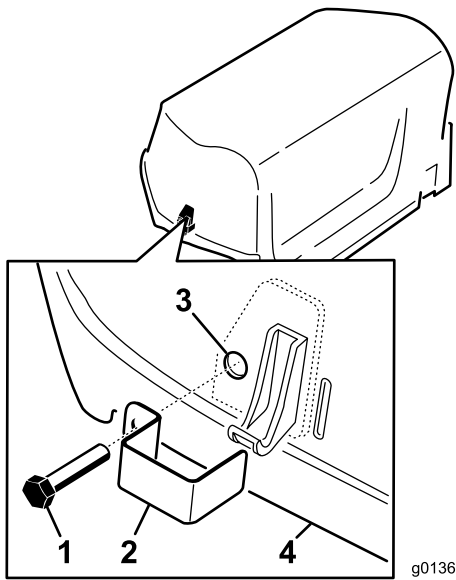

図 7
1. フードの左右についているラッチのそれぞれに、ラッチ・ロックをタップ・ボルトで固定する（左右合計2個）（図 7）。
2. プライヤかモンキー・レンチを使って、内部ロック・ワッシャを各ボルトに入れて (1 山か 2 山) ボルトを固定する (図 7)。